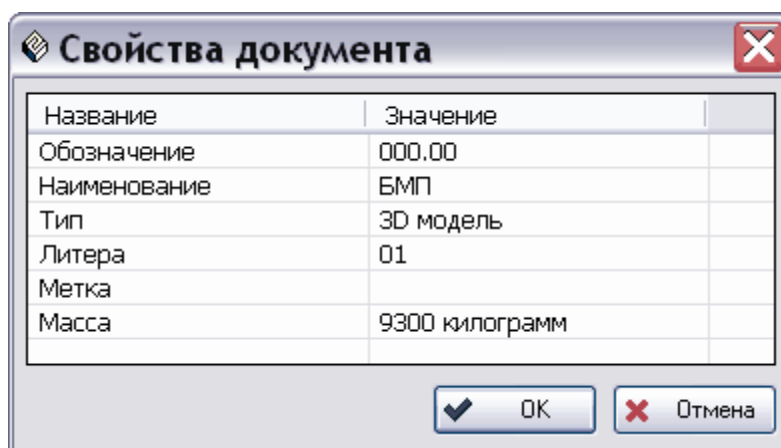

Рис. 36
2. В появившемся окне **Свойства документа** введите значения свойств и нажмите **Ок** (Рис. 36).